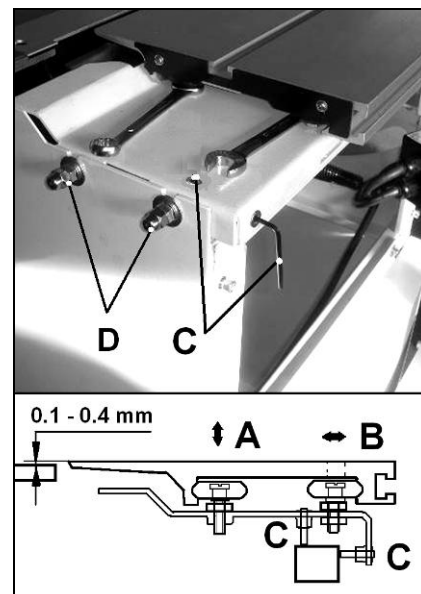

Рисунок 10
Можно регулировать положение узла направляющих подвижного стола вверх-вниз и параллельно пильному диску. Ослабьте гайки (D, рис. 10) насколько это необходимо. Установочные винты с плоским шлицем (C) позволяют регулировать положение направляющих в вертикальном и горизонтальном направлениях.